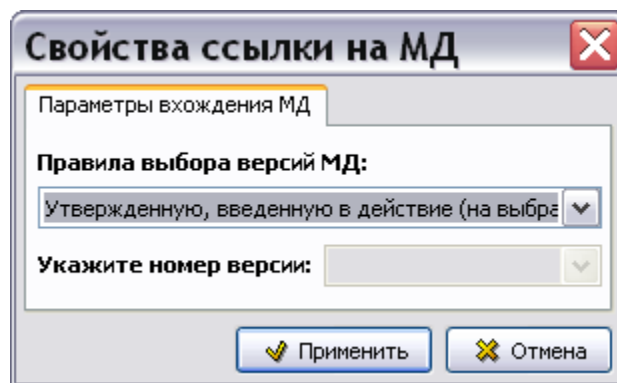

Рис. 18.35
2. Нажмите на кнопку **Свойства** . После этого откроется окно **Свойства ссылки на МД** (Рис. 18.35).